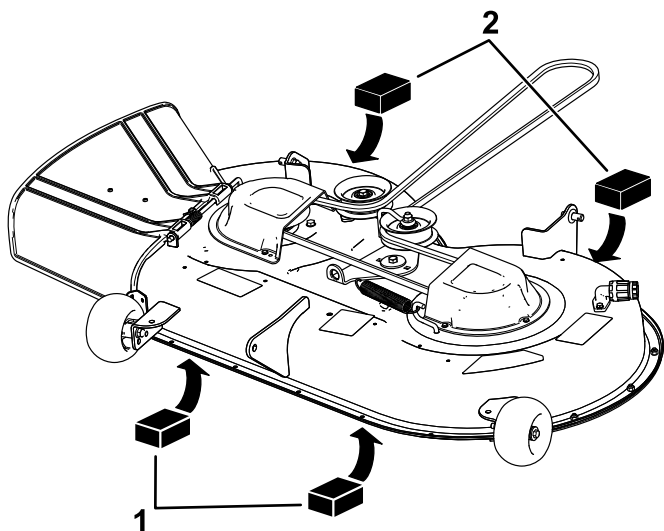

Figure 70
4. Placez 2 cales de 6,6 cm d'épaisseur chacune sous chaque côté du bord avant du plateau de coupe, mais pas sous les supports des galets anti-scalp (Figure 70).
5. Placez deux cales de 7,3 cm d'épaisseur chacune sous le bord arrière de la jupe du plateau de coupe, une de chaque côté (Figure 70).